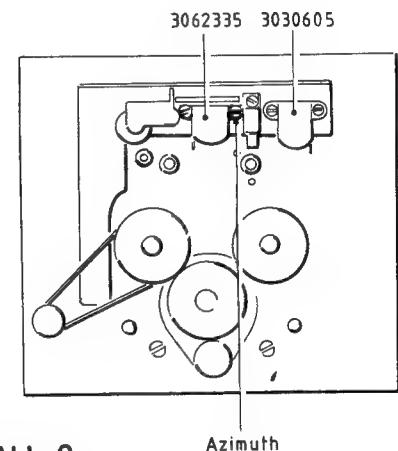

Abb. 9
Bei allmählich schlechterwerdenden Löscheigenschaften ist im allgemeinen ein Austausch des Löschkopfes (3030605, Abb. 9) erforderlich.
Sollten Pegelverluste bei hohen Frequenzen gemerkt werden, sind zunächst die Abgleich- und Prüfvorgänge unter den Punkten 9, 10 und 13 durchzuführen. Lassen sich die Datenangaben nicht erzielen, ist der Tonkopf (3062335, Abb. 9) folgendermaßen auszutauschen:
- Bei laufender Cassette (PLAY) rechte Befestigungsschraube des Tonkopfes (Abb. 9) für maximale Ausgangsspannung und Phasengleichheit beider Kanäle einstellen. Achtung: Nebenmaxima vermeiden!
- c) 333 Hz Sinuston einspeisen, an MP 1(L) und MP 2(R) den Spannungspegel auf -30 dBm (ca. 25 mV) mit dem Speisegenerator oder den Reglern INPUT einstellen. Dieser Pegel wird für den gesamten Abgleichvorgang beibehalten.
- d) 14 KHz Sinuston einspeisen, an MP 3(L) und MP 4(R) mit R 111(L) und R 112(R) den Spannungspegel auf -30 dBm einstellen.
- e) Auf 333 Hz zurückschalten, an MP 3 und MP 4 mit R 107(L) und R 108(R) den Spannungspegel auf -30 dBm einstellen.
- f) Punkte d und e wiederholen, um Pegelunterschiede zwischen 333 Hz und 14 KHz auszugleichen und dadurch einen linearen Frequenzgang zu erlangen. Läßt sich eine ausreichend lineare Wiedergabe bei hohen Frequenzen nicht erreichen, ist der Zustand des Tonkopfes (3062335, Abb. 9) zu überprüfen und ggf. gemäß Punkt 8 zu ersetzen.